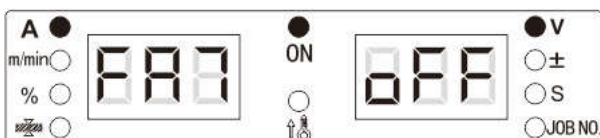

Рисунок 3-23. Отображение функции FA7 на цифровых дисплеях
2. Поворотом регулятора панели управления установите выбор функции FA7 (см. Рисунок 3-23).